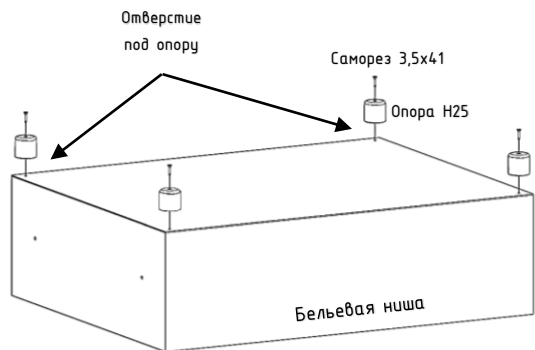

Рис. 1
1. Положить бельевую нишу (в сборе с подлокотниками или без них, в зависимости от модели) верхней частью вниз. Отверстие опоры Н-25 совместить с отверстием в бельевой нише, вставить в отверстие опоры саморез и закрутить до упора, используя отвёртку крестовую (рис.1).